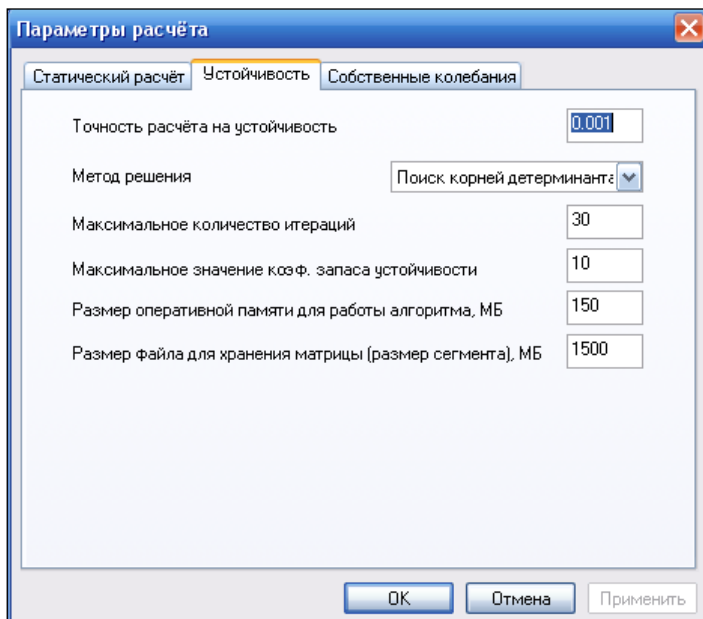

Рис. 10.24. Диалоговое окно **Параметры расчёта** на вкладке **Устойчивость**
- вкладка **Устойчивость** (рис. 10.24). Параметры на данной вкладке устанавливаются при проведении процедуры сжатия: